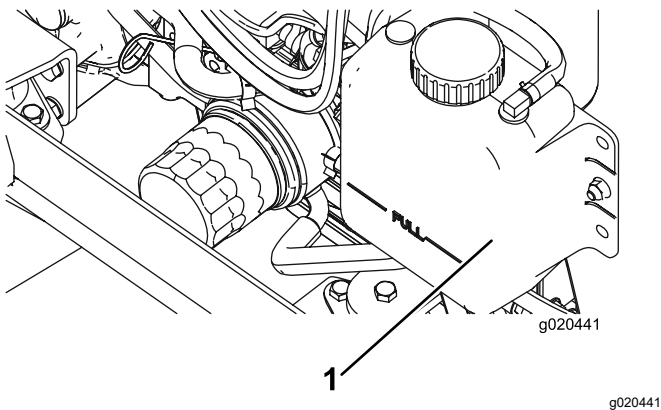

Bild 79
1. Nehmen Sie den Kühlerdeckel und den Deckel des Ausdehnungsgefäßes vorsichtig ab (**Bild 79**).